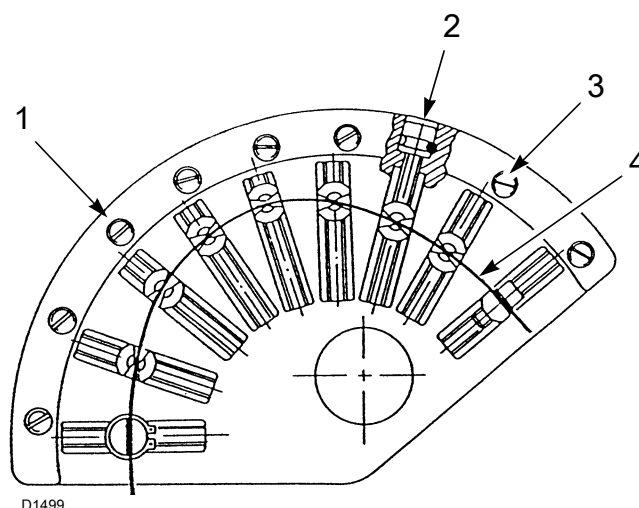

图 35
凸轮 1) (图 35) 的钢带起始部分的位置必须通过旋转螺丝 2) (图 35) 逐渐调节。
为了调节后具有更好的可重复性，当转动到钢带 4) (图 35) 的上部轴承与调节螺丝 2) 中的一个对齐时 (如图所示)，停止旋转，进行调节。
根据燃气出力，拧紧或拧松预设螺丝 2) (图 35) 用以增加或降低风量。
进行出力调节 (最大、最小及中间出力) 后，需要锁紧螺丝 3) (图 35)，从而锁定所有风量调节螺丝 2) (图 35)，避免可能发生的空气 - 燃气校准发生偏移。
图例说明 (图 35)
拧松螺丝 3) (图 35) 后，转动调节螺丝 2) (图 35)。
- 通过使用螺丝 2) (图 35) 调节可调钢带，对风量进行设定。
- 当一切调整就绪，切记拧紧螺丝 3) (图 35) 锁紧可调钢带上的调节螺丝。